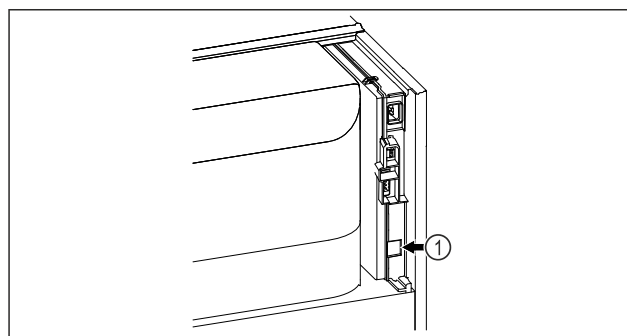

Fig. 97
- Założono SmartModule Fig. 97 (1).